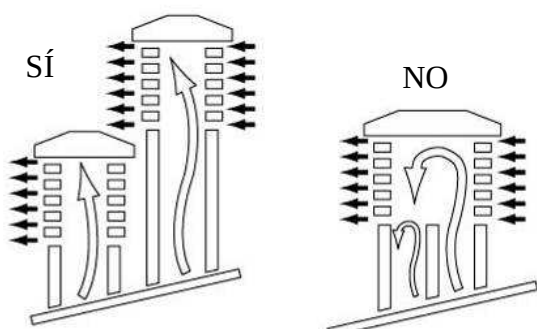

Fig.3
- En caso de que se usen tubos de humos con salidas paralelas se recomienda levantar un elemento del tubo contraviento. (fig.3)